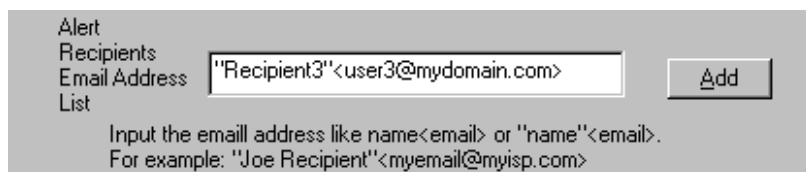

Figure 47 : Réglages de la fenêtre E-mail Address
- 1) Double-cliquez sur le Message Agent sur lequel vous désirez ajouter un utilisateur à la liste de notification par alerte email. Ceci amène l'affichage de l'écran principal Message Agent. Cherchez, sur l'écran de visualisation des informations Message Agent, une section similaire à celle de la Figure 47.